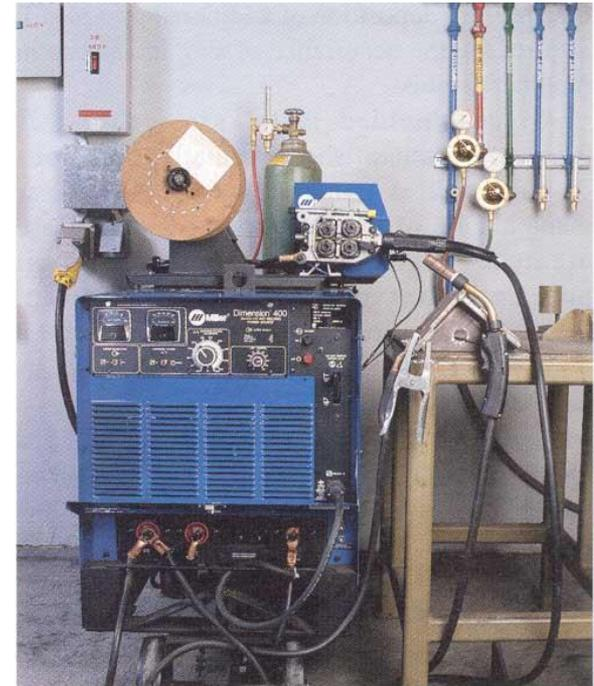

Figura 4. Equipo de Soldadura por Arco con Alambre y Protección Gaseosa
- ▶ La **Figura 4)** muestra un equipo típico de soldadura por arco con alambre y protección gaseosa.